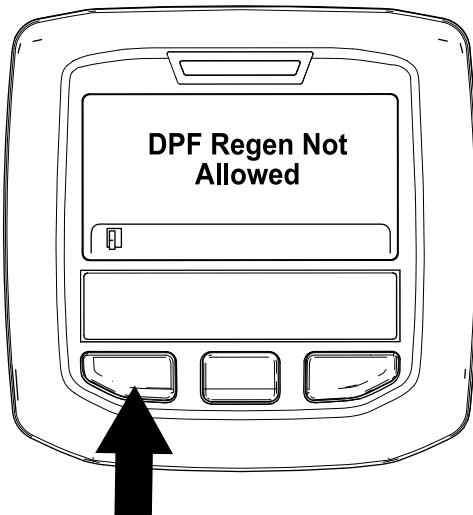

Bild 53
- Wenn der Motorcomputer die Regenerierung nicht zulässt, wird die Meldung „DPF Regen. Not Allowed“ im InfoCenter angezeigt (Bild 53). Drücken Sie die linke Taste, um den Homebildschirm anzuzeigen.